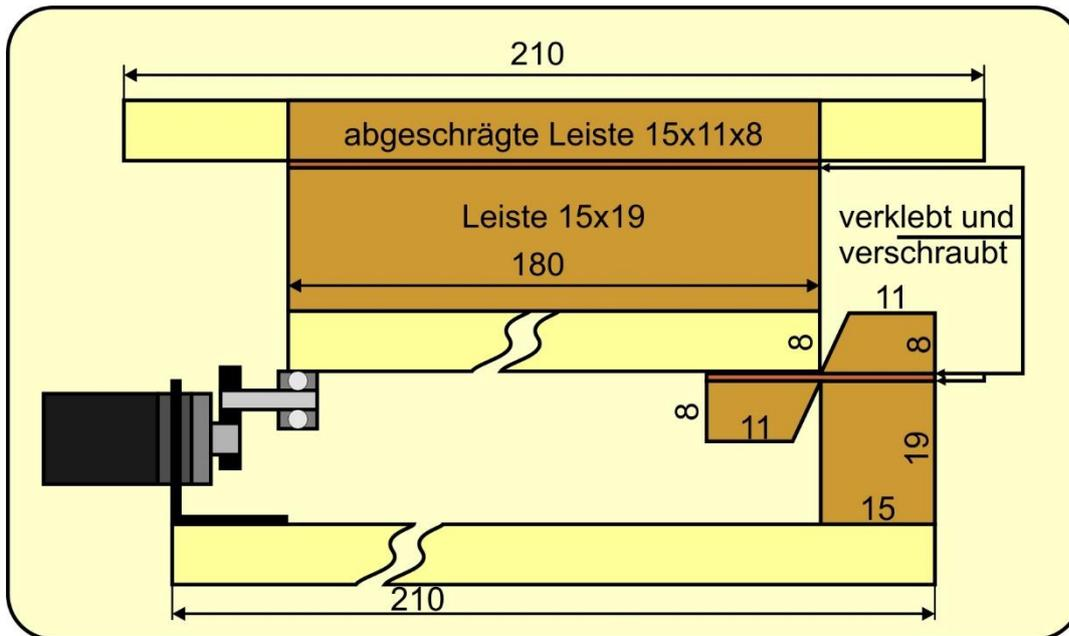

Abbildung 2: Schaukel, erste und zweite Etage (Seitenansicht von links)
5. Aus beiden KS-Winkeln mittig einen Ausschnitt herstellen, sodass der Servomotor seitlich knapp Platz hat. Der Ausschnitt soll gut tiefer sein als die Dicke des Motors beträgt. Winkel bündig mit der Vorderkante der Platte 1 montieren (Abbildung 2).